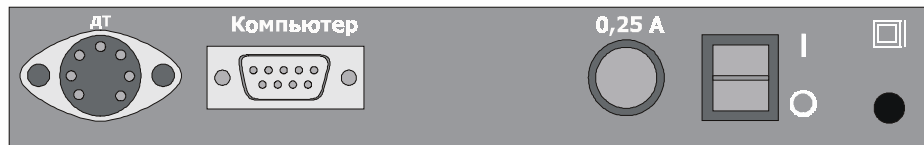

Рис.5. Вид задней панели прибора.
3.1.5. На задней панели (рис.5) расположены: кабель сетевого питания, выключатель сетевого питания, держатель предохранителя, разъёмы для подключения датчика температуры и кабеля связи с ЭВМ (компьютером).